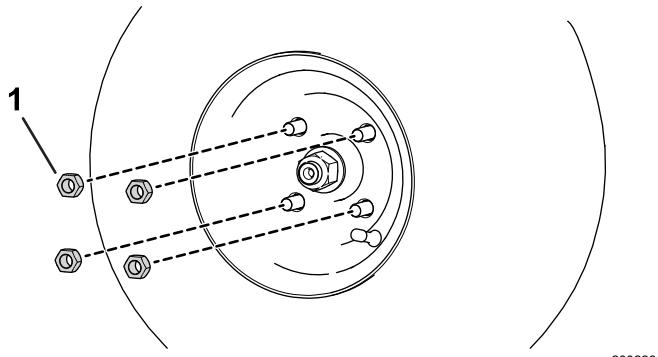

Рисунок 49
- A. Ослабьте и отверните зажимные гайки колес (Рисунок 49).
- B. Заверните зажимные гайки колес (Рисунок 49).